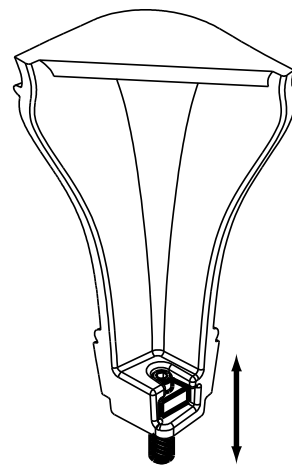

Figure 22.4
10. Utilisez une clé Allen pour ajuster les pieds à la hausse ou à la baisse (**Figure 22.4**).